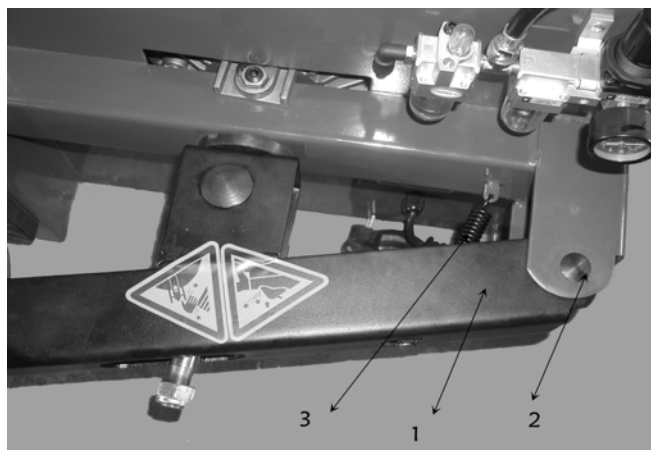

Рис. 4-6
4.2.9 Вставьте рычаг разбортовщика (1) в кронштейн разбортовщика на корпусе, совместите два отверстия и установите ось рычага (2), а также
стопорное кольцо в нужное положение. Повесьте пружину (3), как показано на рис. 4-6.